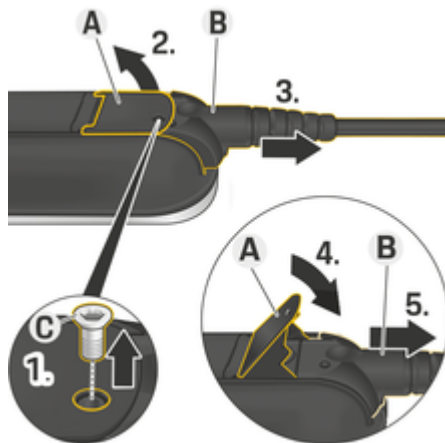

Рис. 58: Отсоединение кабеля
- 1. Выкрутите винт **С** (Рис. 58) с помощью подходящего инструмента.
- 2. Поднимите рычаг **А** (Рис. 58).
- 3. Извлеките штекер **В** (Рис. 58) до появления первого сопротивления.